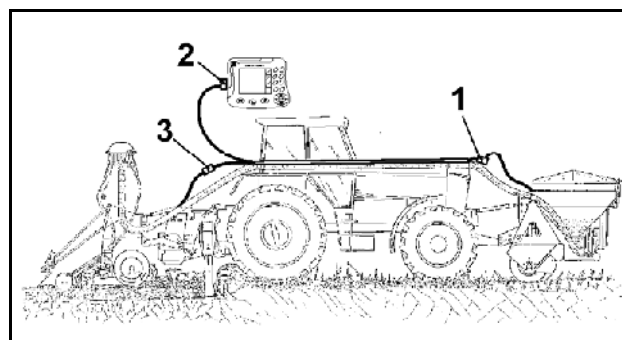

Рис. 45
Уложите и закрепите вместе с трубками семяпровода кабельный комплект (Рис. 45) на тракторе.
- Комбинированный штекер фронтального бункера подсоедините к кабельному жгуту (Рис. 45/1, Рис. 46).
- Штекер сеялки подсоедините к кабельному жгуту (Рис. 45/3).
- Кабельный жгут со штекером машины подсоедините к основной оснастке трактора **AMATRON 3** (Рис. 45/3, Рис. 47).